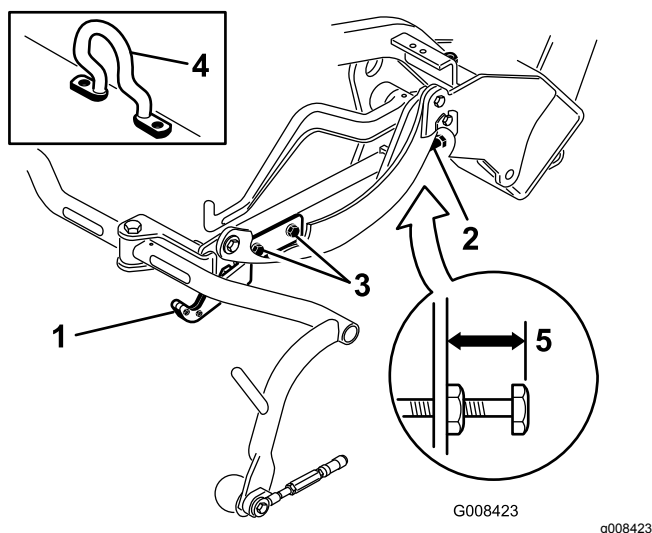
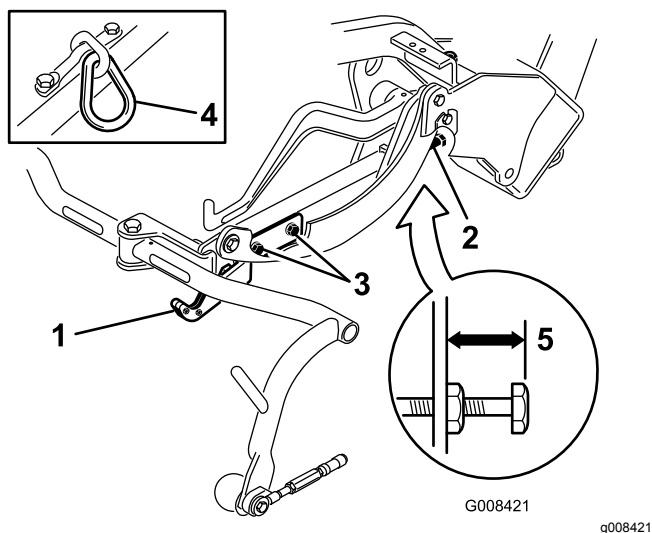
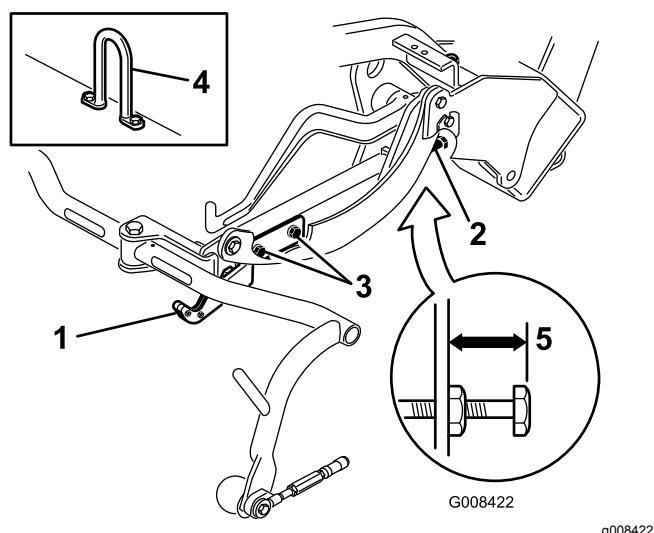

Figura 12
Figura 13
Figura 14
Controllate l'altezza di trasferimento (Figura 13 e Figura 14) e regolatela se necessario.
2. Sugli apparati di taglio dotati di un gancio di sollevamento sfalsato (riquadro Figura 12), verificate che la distanza dalla parte superiore della vite di regolazione del telaio portante alla parte posteriore del telaio portante sia pari a 25 mm. Se la distanza non è pari a 25 mm, procedete al passaggio 4.
3. Sugli apparati di taglio dotati di un gancio di sollevamento sfalsato (riquadri Figura 13 e Figura 14), verificate che la distanza dalla parte superiore della vite di regolazione del telaio portante alla parte posteriore del telaio portante sia pari a 22 mm. Se la distanza non è di 22 mm, passate al punto 4. Se l'elemento di taglio è dotato di gancio di sollevamento sfalsato (Figura 12), passate al prossimo punto.
4. Allentate le viti di montaggio della piastra di trasferimento (Figura 13, Figura 14 e Figura 12).
7. Se i telai portanti non si trovano alla stessa altezza, allentate il controdado della vite di regolazione del telaio portante (Figura 12, Figura 13 e Figura 14). Ruotate la vite, svitandola per sollevare il telaio e avvitandola per abbassarlo. Serrate il controdado una volta raggiunta l'altezza corretta.